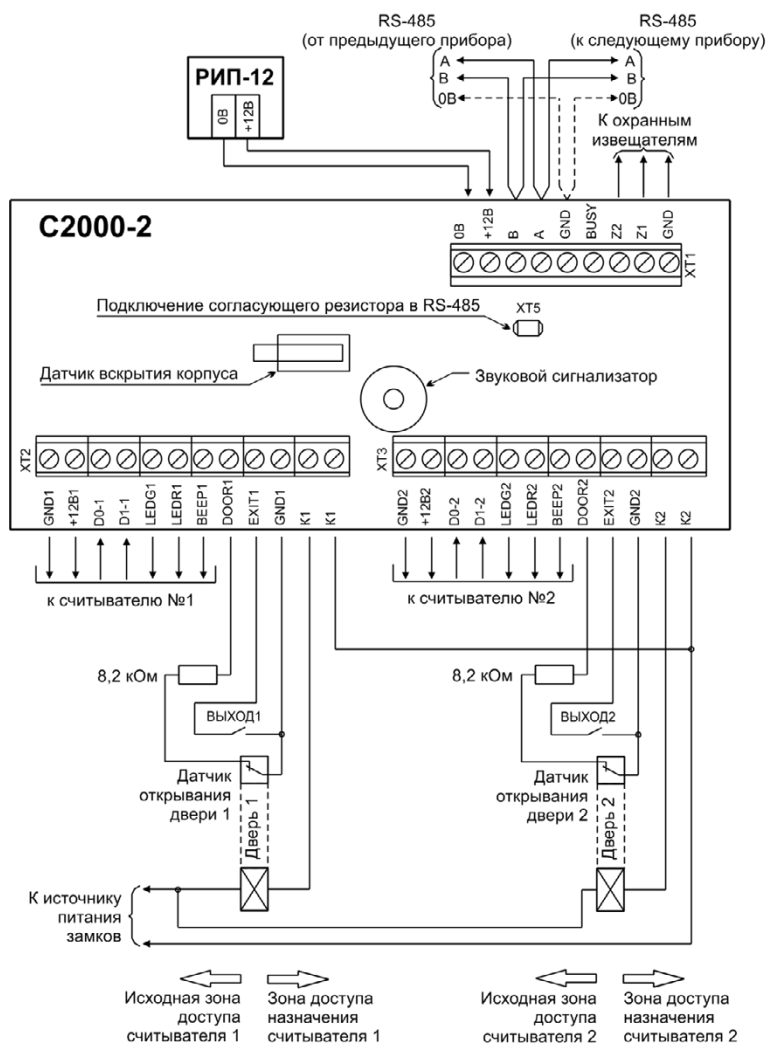

Рисунок 2. Схема подключения контроллера C2000-2 в режиме «Две двери на вход»
1. Схемы внешних соединений контроллера в различных режимах работы представлены на Рисунок 2-Рисунок 8.
11. Подключение в режиме «Две двери на вход» (Рисунок 2). Подключите оборудование первой двери (считыватель, замок, кнопку «Выход», датчик открывания двери) к контактам контроллера, обозначение которых заканчивается цифрой 1, а оборудование второй двери – к контактам, обозначение которых заканчивается цифрой 2.